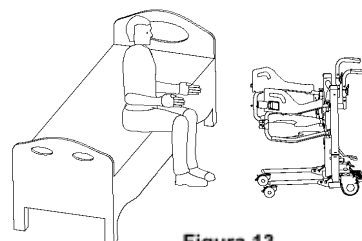

Figura 13
- Suelte el cinturón de seguridad y desbloquee el seguro ubicado detrás del respaldo. Abra lentamente las estructuras del asiento izquierdo y derecho, permitiendo que el usuario descienda suavemente hasta la cama. (Figura 13)